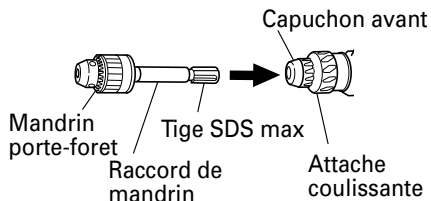

Fig. 12
- (1) Commutation sur "rotation + percussion" Pour commuter sur "rotation + percussion", procéder comme indiqué au point [3. Perçage en "rotation + percussion"].
- (2) Fixation du raccord de mandrin sur le mandrin porte-foret (Fig. 12)